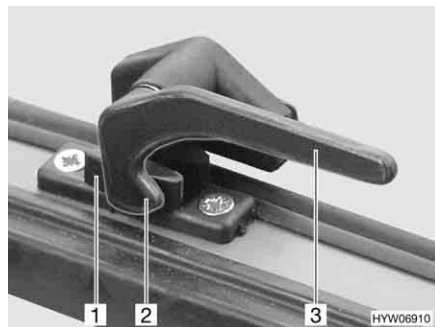

Fig. 52 Palanca de bloqueo en la posición de "cerrado"
- Girar la palanca de bloqueo (Fig. 52,3) un cuarto de vuelta hacia la mitad de la ventana.
- Girar la palanca de bloqueo (Fig. 52,3) un cuarto de vuelta hacia el marco de la ventana. El saliente de bloqueo (Fig. 52,2) se encuentra en la cara interior del bloqueo de la ventana (Fig. 52,1).
- En la posición "cerrada fijamente" (Fig. 52)